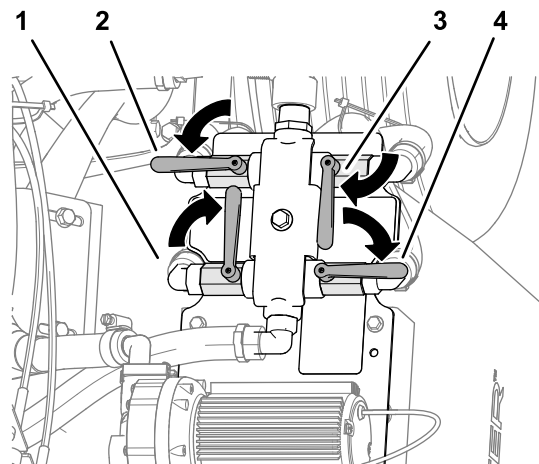

Figure 38
4. Tournez les poignées des vannes comme montré à la Figure 38.